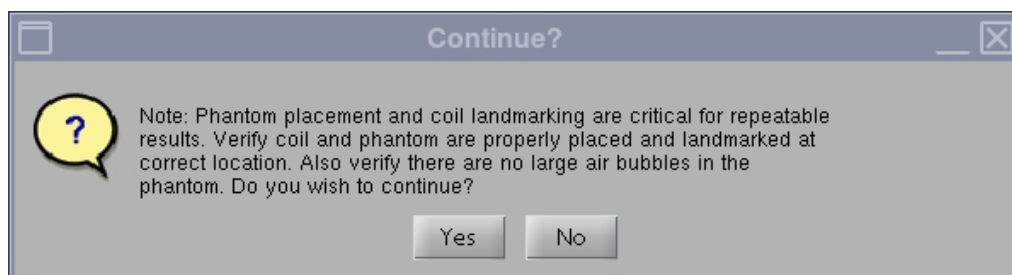

Figura 4
3. Após o arranque, será apresentada uma nota a indicar “Phantom placement and coil landmarking are critical for repeatable results” (Inserção do fantoma e determinação da posição da bobina são essenciais para obter resultados repetíveis). Se a posição tiver sido corretamente determinada e não existirem bolhas de ar no fantoma, clique em **[Yes]** (Sim) para continuar (Figura 4).